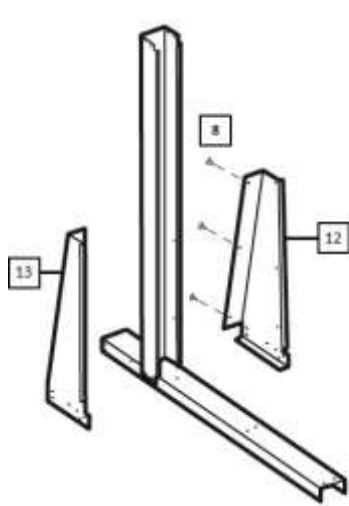

fig. 5
C) Coloque las placas refuerzo derecha/izquierda (12)(13) a cada lado de la columna central (3) como se muestra en la fig. 5, las placas de refuerzo se colocan debajo de los perfiles U, utilice tres tornillos (8), para sujetar las placas refuerzo.